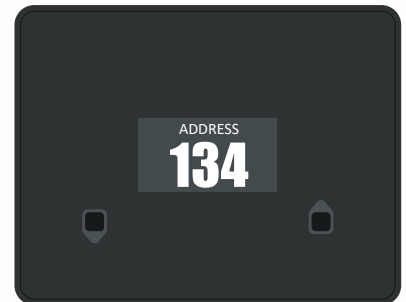

Abb. 2
- 9 Nach der Identifizierung des Untermenüs ADRESSE (Abb. 2) drücken Sie die Taste NACH OBEN oder NACH UNTEN, um die Fühleradresse zu ändern.